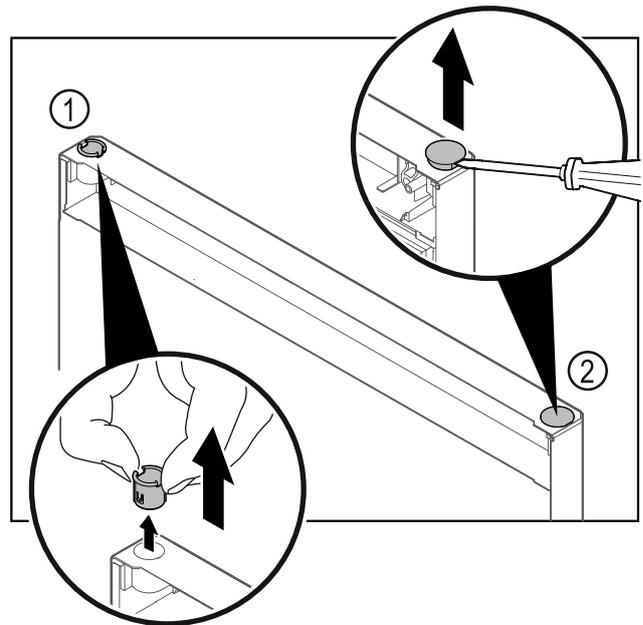

Fig. 35 Дверцята морозильної шафи
- ▶ Витягніть шарнірну втулку Fig. 35 (1) пальцями.
- ▶ За допомогою шліцевої викрутки обережно підніміть заглишку Fig. 35 (2) та витягніть її.